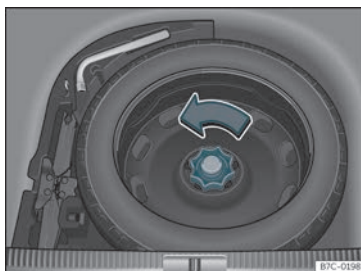

Fig. 216 Nel bagagliaio: piano di carico sollevato.
- Girare la manopola in senso antiorario » fig. 216.